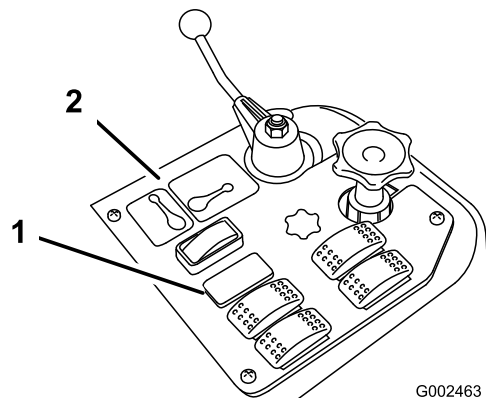
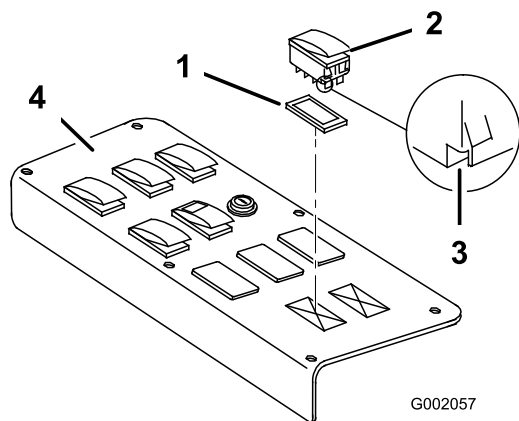

Figura 17
Figura 18
1. Rimuovete il quadro di comando per irrorazione per accedere alla parte sottostante (Figura 17 per la serie 1200 e Figura 18 per la serie 1250).
2. Rimuovete il tappo dell'alloggiamento dell'interruttore Sonic Boom dal quadro di comando per irrorazione sul veicolo e, al suo posto, montate l'interruttore a bilanciere fornito (Figura 17 per la serie 1200 e Figura 18 per la serie 1250).
Nota: Accertatevi che l'orientamento dell'interruttore corrisponda a quello illustrato in Figura 18, con la tacca rivolta verso la parte posteriore del veicolo.